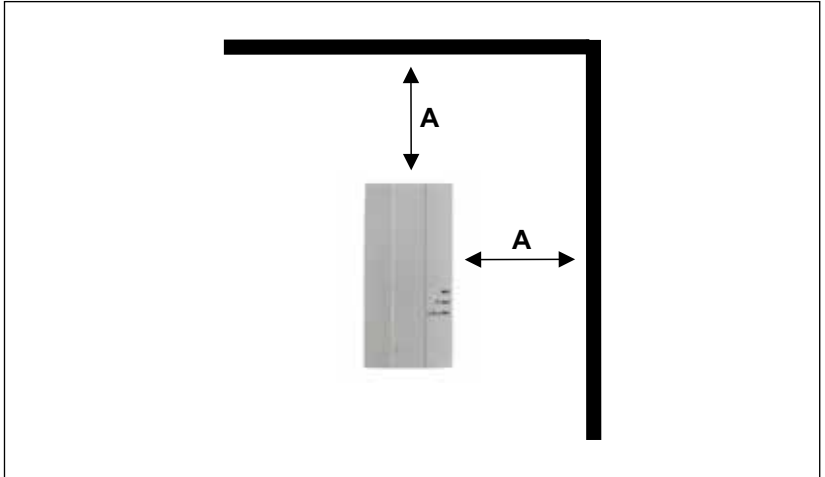

Abb. 4.1 Mindestabstand $A=100\text{mm}$
- ▶ Mindestabstände (**A**) gemäß Abb. 4.1 einhalten